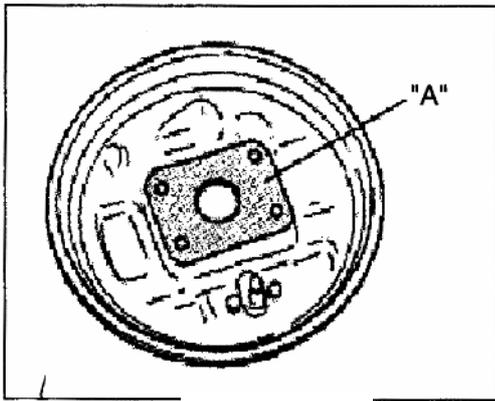

Рис. 585
7) Очистите сопрягаемые поверхности между мостом и задней пластиной и нанесите смазочный материал как показано на рисунке (Рис. 585).